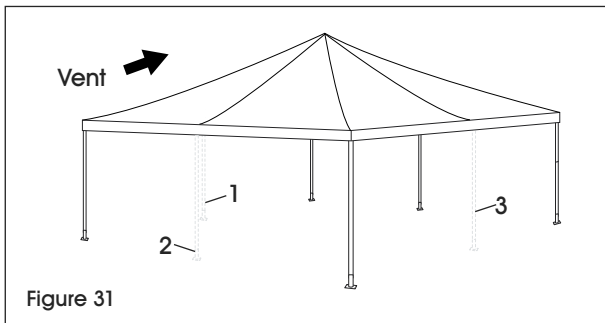

Figure 31
2. Retirez trois pieds latéraux adjacents. (Voir Figure 31)